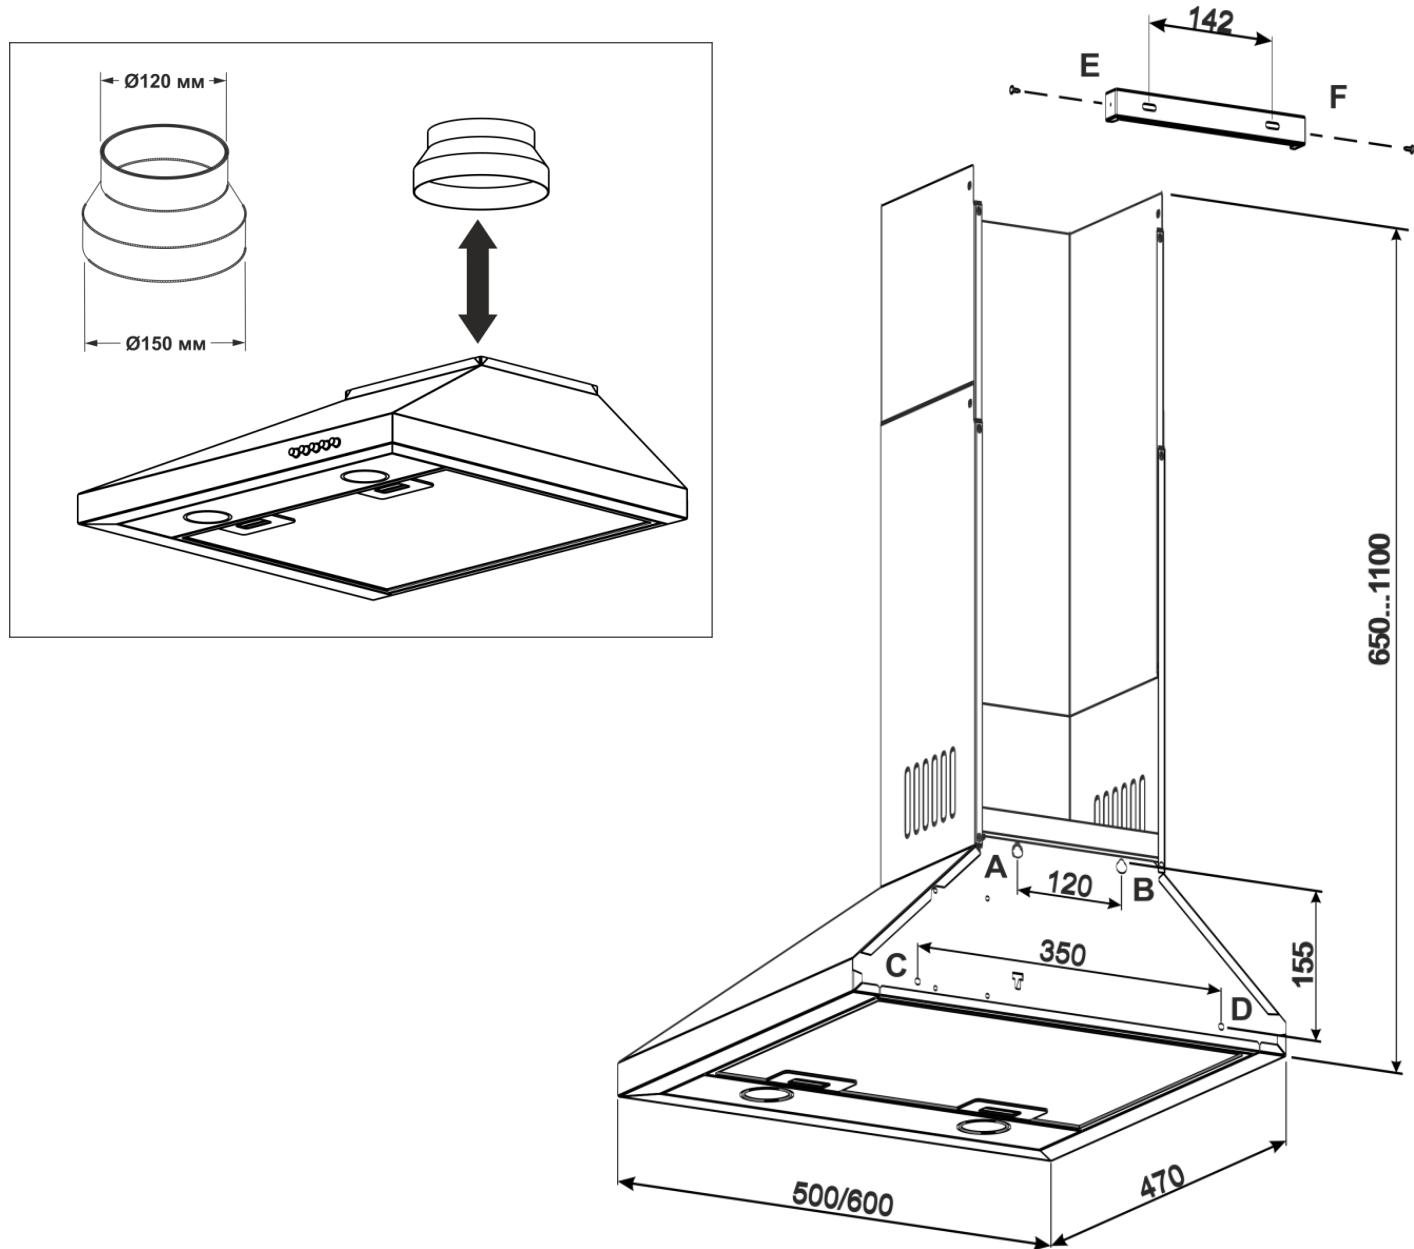

Рис.4
6.4 Проведіть розмітку кріпильних отворів корпусу на стіні кухні. Для цього виготовте паперовий шаблон з координатами 4-х отворів на задній стінці корпуса (**точки А, В, С, Д див схема монтажу**); прикладіть шаблон до стіни на необхідній висоті, що вказана вище, і вирівняйте його по рівню. (**рис.4**).
6.10 Установіть телескопічний коминок на корпусі витяжки. Підніміть верхню панель комінка з планкою під стелю, щоб він закривав повітровід вентиляції, і розмітьте по пазам планки 2 отвори під кріплення (т. Е, F) (**рис.4**).
6.14 Установіть зовнішню панель комінка в пази на корпусі витяжки, а внутрішню – підніміть вгору до суміщення отворів кріплення з планкою і з'єднайте їх з боків 2-ма шурупами ПКГ 2,9x9,5 (рис.4).